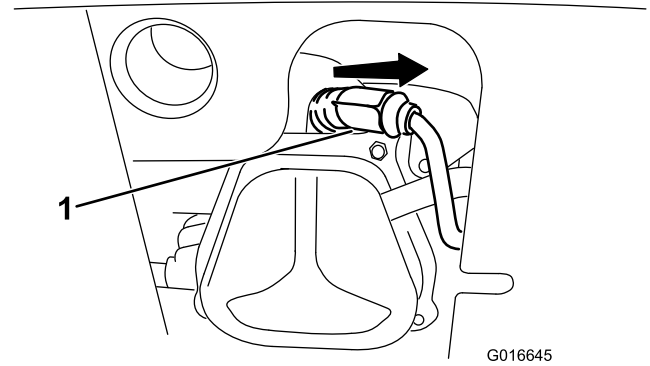

Figure 51
1. Enlevez le capuchon (Figure 51).